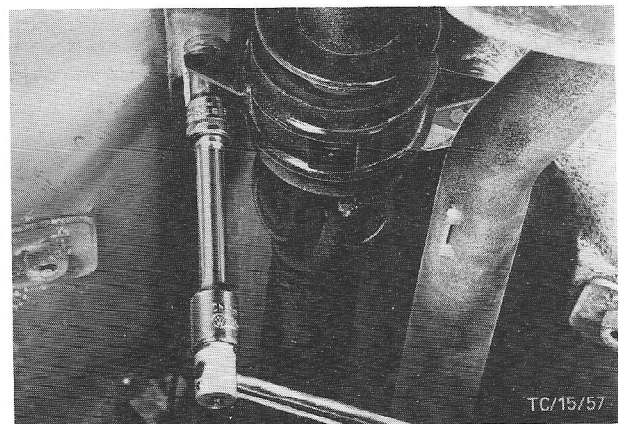

Fig.24 Breng de steun van het tussenlager in lijn alvorens de bouten vast te zetten.
13. Neem de plastic dop uit het staartstuk en schuif de cardanas erin. Schuif daartoe de spiebanen van de cardanashuls op de hoofdas van de versnellingsbak. Monteer de steun van het tussenlager maar zet de bouten nog niet vast en zet dan de cardanas vast op de pignonflens. Zet daarna de bouten voor de steun van het tussenlager vast (fig.24).